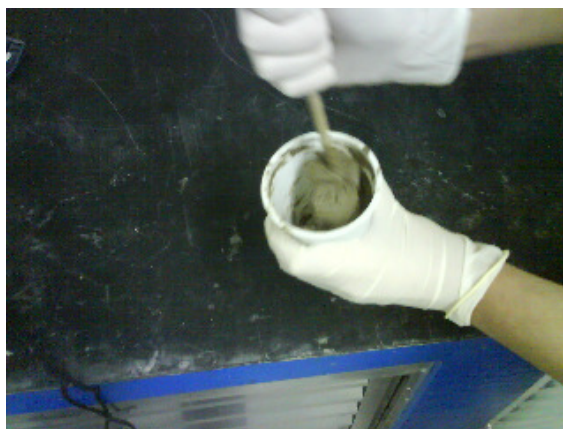

Figura 1 – Determinação da Consistência de argamassas colantes
4.4.1 100g de argamassa colante são misturados conforme figura 1 (Determinação da Consistência de argamassas colantes). A consistência é determinada aos 30 segundos e aos 6 minutos.